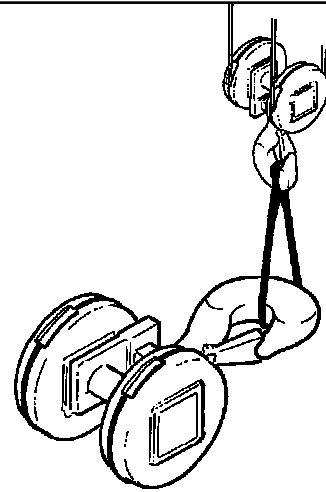

Abb. 33
3. Befreien Sie die Hakenflasche dort, wo sie als eigenes Frachtstück geliefert und nicht schon am Flaschenzug montiert ist, von den Umschnürungen und positionieren Sie sie auf dem Boden. Achten Sie darauf, dass die Hakenflasche mit den geeigneten Mitteln angehoben wird, wenn ihr Gewicht 30 kg überschreitet (ist dies der Fall, wird die Masse an der Hakenflasche angeführt). Verwenden Sie bei der manuellen Handhabung immer den Haken als Greif- bzw. Anschlagspunkt (Abb. 33).